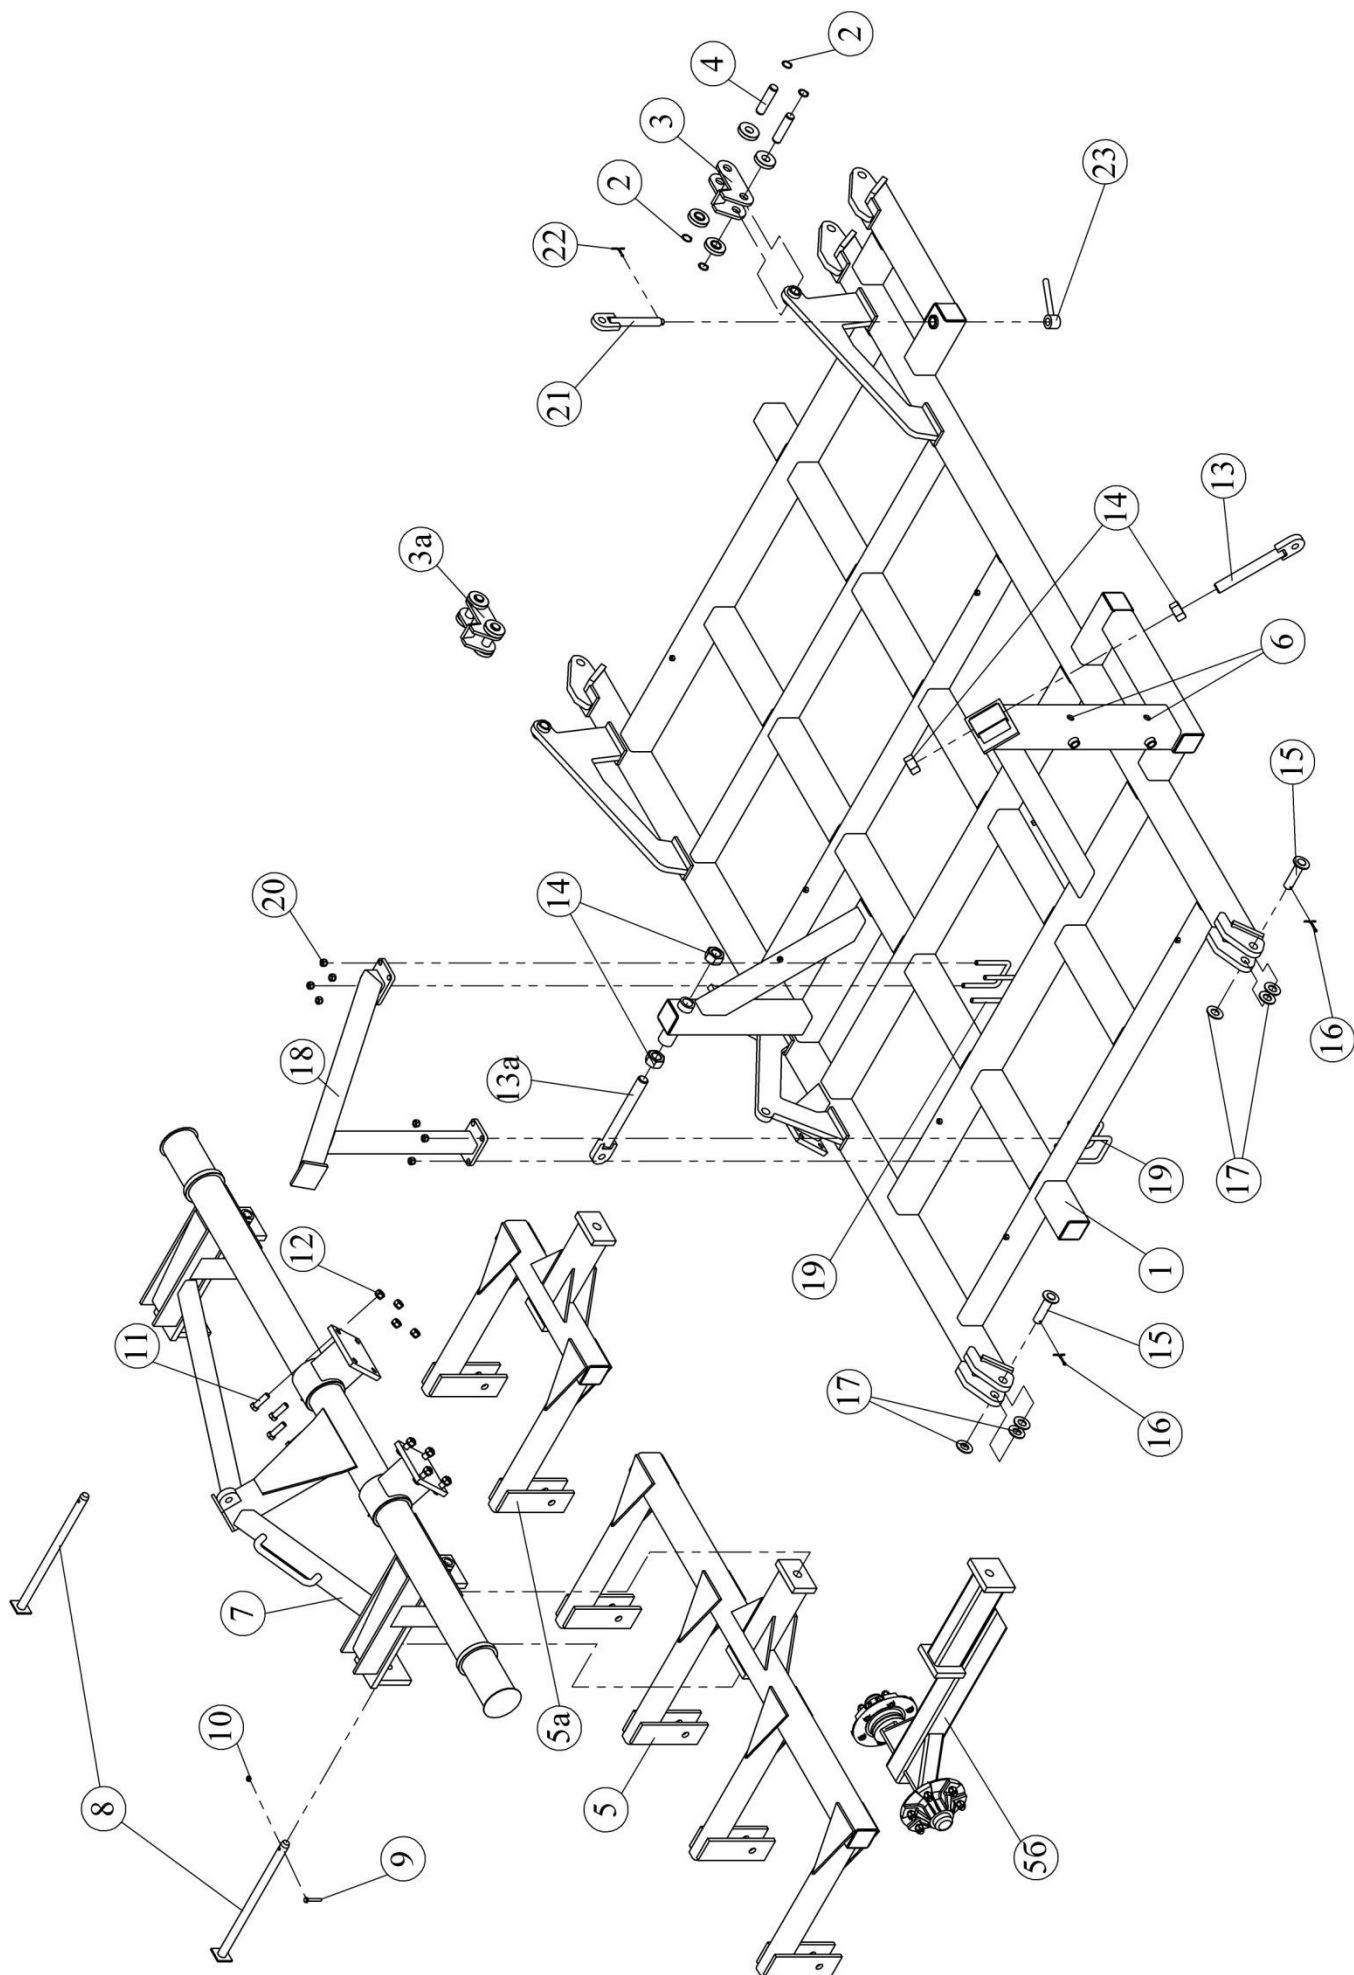

Рис. 7.1.2. Боковая рама с поворотным валом и подвеской прикатывающих колес
7.1.2. Боковая рама с поворотным валом и подвеской прикатывающих колес (рис. 7.1.2)